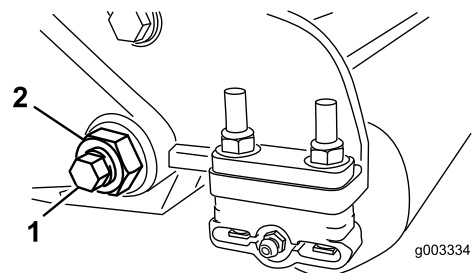

図 35
3. ベッドバーボルト 図 35 を固定しているロックナット機体両側をゆるめる。
4. 各ベッドバーボルトを抜いてベッドバーを下に引き抜いてカッティングユニットから外す 図 35。